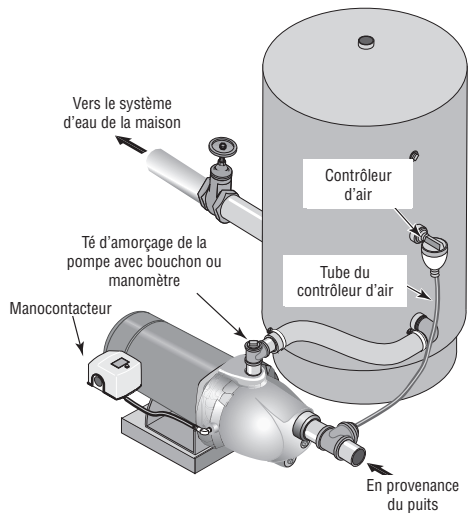

Figure 5 - Branchements sur un réservoir standard
Branchement sur un réservoir standard (Figure 5)
- 1 ° Poser un té dans l'orifice de refoulement de la pompe (voir la Figure 5).